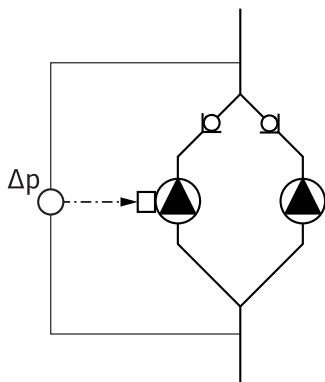

Fig. 13: Eksempel, tilslutning af differenstryktransmitter
- I eksemplet på Fig. 13 er masterpumpen venstre pumpe i flowretning. Tilslut differenstryktransmitteren ved denne pumpe. Differenstryktransmitterens målepunkter på masterpumpen skal være i det tilhørende samlerør på dobbeltpumpeanlæggets suge- og trykside (Fig. 13).